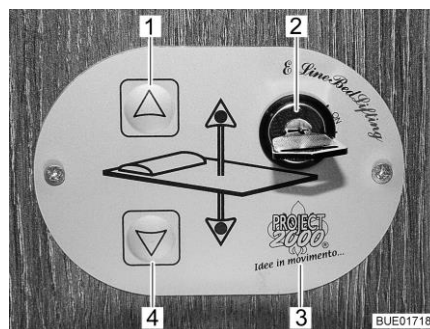
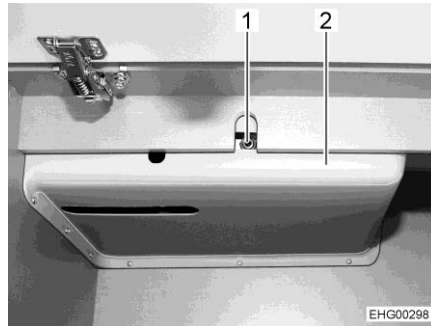

Fig. 143 Commande
Fig. 147 Accès à l'entraînement
**Commande** Les touches (Fig. 143,1 et 4) sur l'unité de commande (Fig. 143,3) permettent d'abaisser ou de relever le lit escamotable. L'interrupteur à clé (Fig. 143,2) permet de protéger l'unité de commande contre toute utilisation non autorisée.
- Tourner la clé de 90° dans le sens des aiguilles d'une montre dans l'interrupteur à clé (Fig. 143,2). L'unité de commande (Fig. 143,3) est activée.
- Appuyer sur la touche fléchée (Fig. 143,4) et la maintenir pressée jusqu'à ce que le lit escamotable ait atteint la position désirée vers le bas.
- Appuyer sur la touche fléchée (Fig. 143,1) et la maintenir pressée jusqu'à ce que le lit escamotable ait atteint sa position finale supérieure.
S'il n'est plus possible de déplacer le lit escamotable avec les touches fléchées (Fig. 143,1 et 4), contrôler d'abord le fusible derrière l'habillage (Fig. 147,2) (voir paragraphe 9.12.1). Si le fusible n'est pas défectueux mais qu'il n'est toujours pas possible de déplacer le lit escamotable, y procéder manuellement.
- Insérer la manivelle ou la clé mâle coudée pour vis à six pans creux dans la réception sur le moteur (Fig. 147,1).